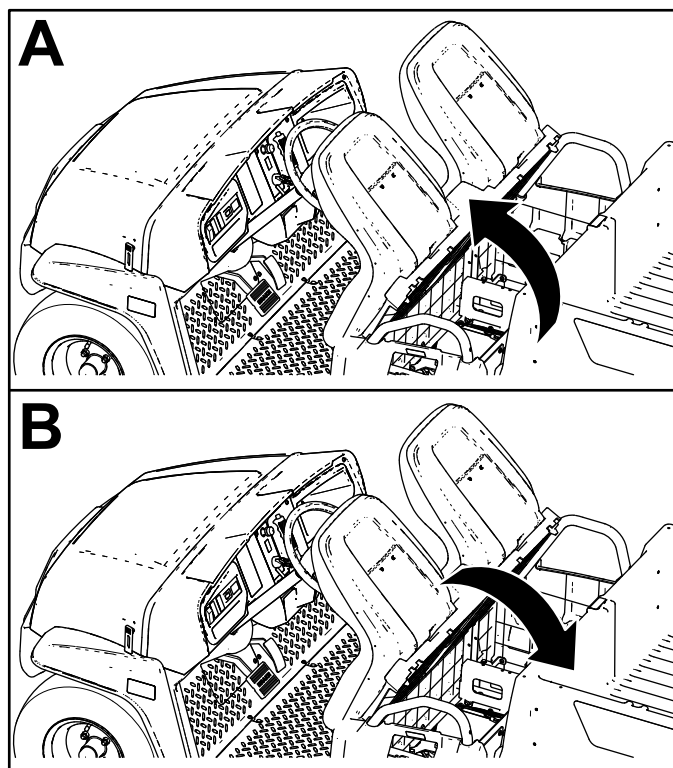

Рисунок 25
Для подъема сиденья в сборе наклоните сиденье вперед так, чтобы оно уперлось в рулевое колесо (Рисунок 25).
Для опускания сиденья в сборе толкните сиденье назад, установив его в исходное положение (Рисунок 25).
1. Наклоните сиденье в сборе вперед в поднятое положение (Рисунок 25).